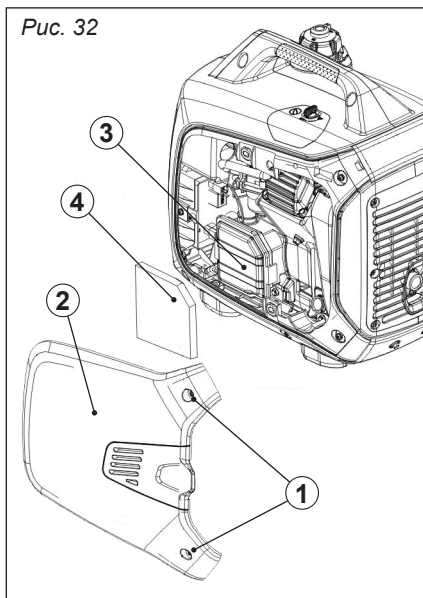

Рис. 32
1. Отвинтите винты (1), а затем снимите крышку (2), *рис. 32*.
2. Снимите крышку корпуса воздушного фильтра (3), *рис. 32*
3. Выньте фильтрующий элемент (4), *рис. 32*.
7. Установите крышку корпуса воздушного фильтра (4) в исходное положение и затяните винт (3), *рис. 32*.
8. Установите крышку (2) и затяните винты (1), *рис. 32*.